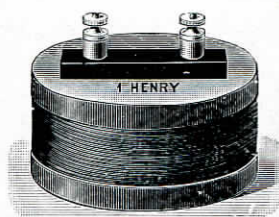

FIG. 18
- Bobine de self-induction étalonnée** de 1 henry (*figure 18*). 90. »
**Bobine de self-induction étalonnée** de 0.01 henry (*fig. 18*). 90. »
**Bobine de self-induction étalonnée** de 10 henrys (*fig. 18*). 150. »